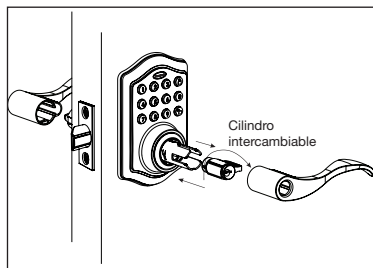

Figura 12a
- Asegúrese de que el cilindro esté alineado con la manija (Figura 12a).